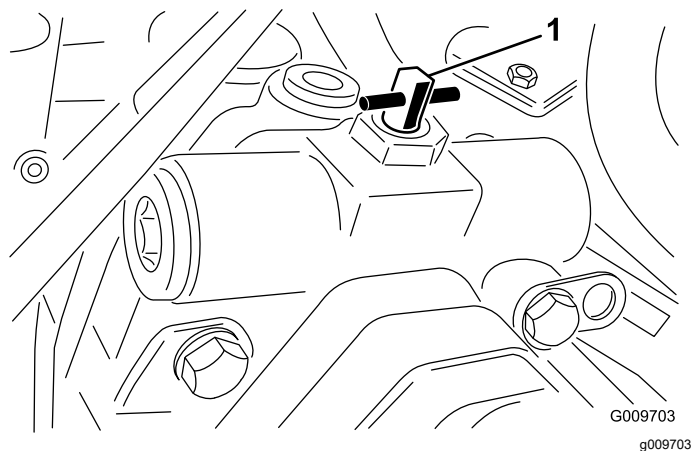

图 40
2. 将旁通阀向任一方向旋转 90° 1/4 圈打开旁通阀让油在内部分流 (图 40)。由于液体被分流机器可以缓慢移动而不会损坏传动装置。打开或关闭时请注意阀门的位置。